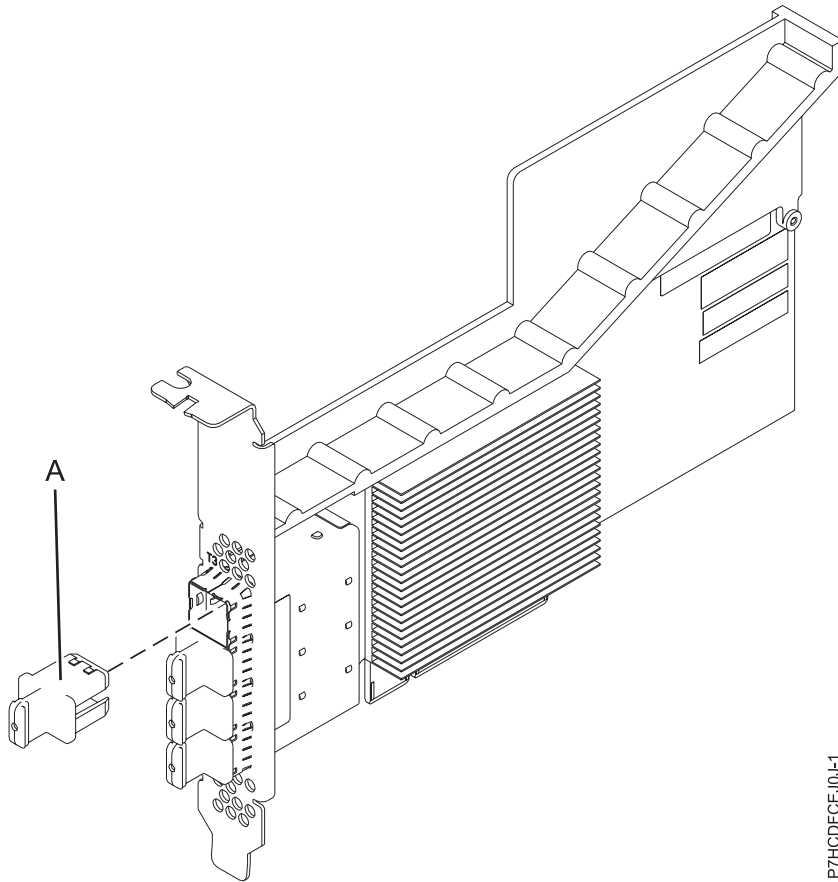

Figure 11. Carte SAS PCIe3 RAID
L'adaptateur PCIe3 RAID SAS quatre ports 6 Gb est une carte PCI Express (PCIe), RAID SAS, de troisième génération, courte et à faible encombrement mais destinée à une installation pleine hauteur. Il est destiné à des applications SAS (Serial Attached SCSI) hautes performances et haute densité. Il prend en charge le raccordement de disque SAS et de bande magnétique SAS à l'aide de quatre connecteurs mini-SAS HD (haute densité) x4 qui permettent d'utiliser les liaisons physiques dans différentes configurations étroites et larges de ports. Le raccordement de bande magnétique n'est pris en charge qu'avec une configuration de carte unique et ne peut pas être combiné avec un disque SAS sur la même carte. L'adaptateur ne dispose pas d'un cache en écriture. La figure 11, à la page 37 illustre la carte PCIe3 RAID SAS quatre ports 6 Gb .
La figure 11, à la page 37 représente la carte. Le capuchon du connecteur (A) est installé dans un port vide et empêche que ce port ne soit endommagé lorsqu'un câble d'un connecteur de port adjacent est branché ou retiré.